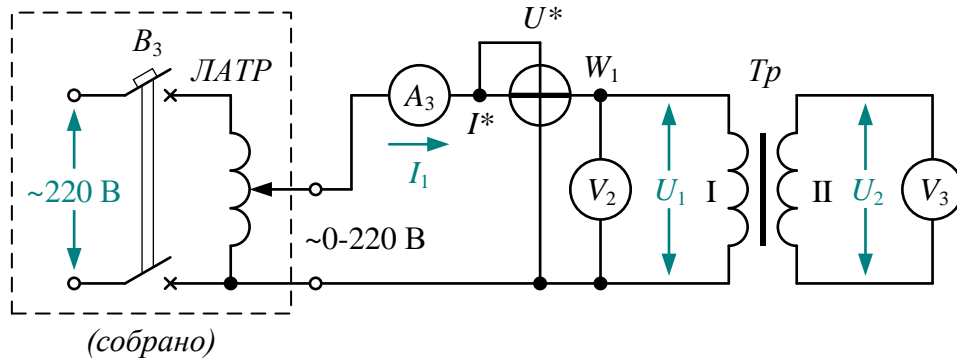

Рис. 1. Электрическая схема для проведения опыта холостого хода
Работа выполняется на универсальном лабораторном стенде. Электрические схемы лабораторной установки показаны на **рис. 1, 2 и 3**. Схемы собирают последовательно, с проведением соответствующих замеров и заполнением опытными данными таблиц. Для измерений напряжений, токов и мощностей применяют стрелочные приборы в составе стенда, а также цифровой мультиметр.
2. Собрать электрическую схему для проведения опыта холостого хода по **рис. 1**.